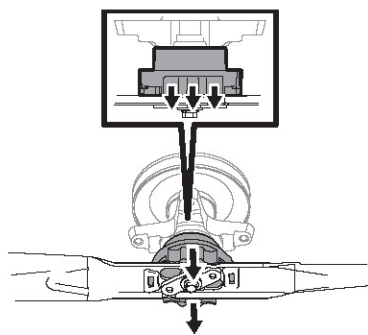

Figure 50
6. Vous entendrez un dé clic lorsque la lame s'engage bien. Voir Figure 50.